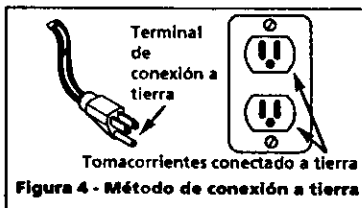

Figura 4 - Método de conexión a tierra
- Este producto está diseñado para circuitos nominales de 120 voltios y tiene un enchufe para conexión a tierra similar al de la Figura 4. Cerciórese de conectarlo a un tomacorrientes cuya configuración sea similar a la del enchufe. Este producto se debe conectar a tierra. En caso de que ocurra un cortocircuito, esto evitaría el riesgo de choque eléctrico al ofrecerle un